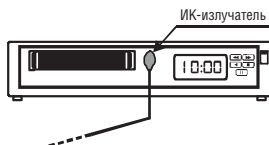

Рис. 6. Подключение ИК-излучателя
- К выходу IR OUT 2 (аудиоразъем 3,5 мм «мини-джек») подключить кабель ИК-излучателя, который устанавливается на ИК-приемник³ видеоплеера (см. рис. 6)